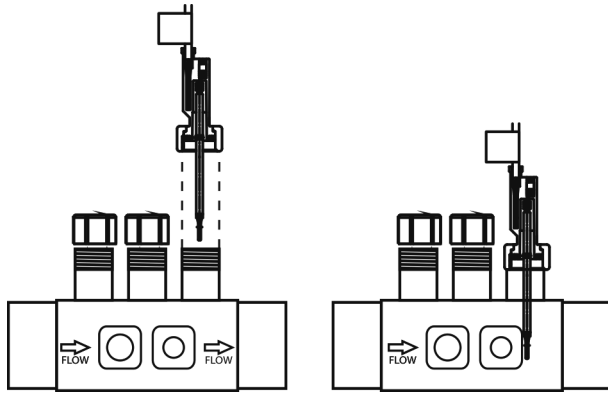

Fig. 10b
2. Installer le détecteur de flux (interrupteur flux) fourni toujours verticalement dans le porte-sondes fourni avec l'équipement (Fig. 10b).